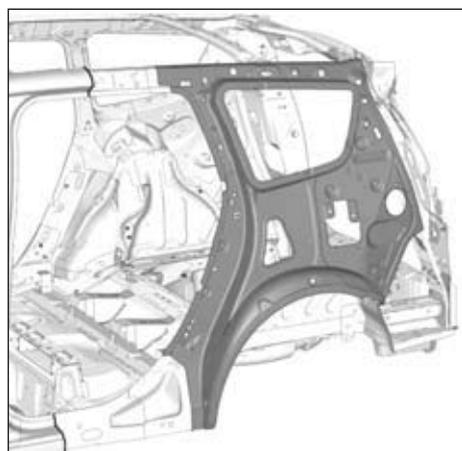

FIG.83
- Respecter les lignes de coupe (Fig.83).